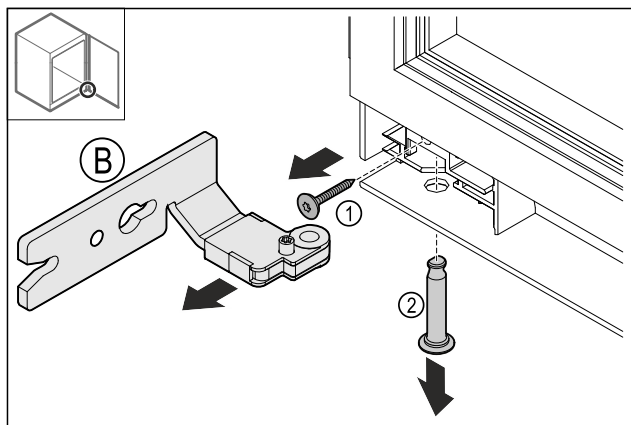

Fig. 14
- Retirer la vis Fig. 14 (1).
- Retirer le boulon Fig. 14 (2).
- Retirer la charnière Fig. 14 (B).